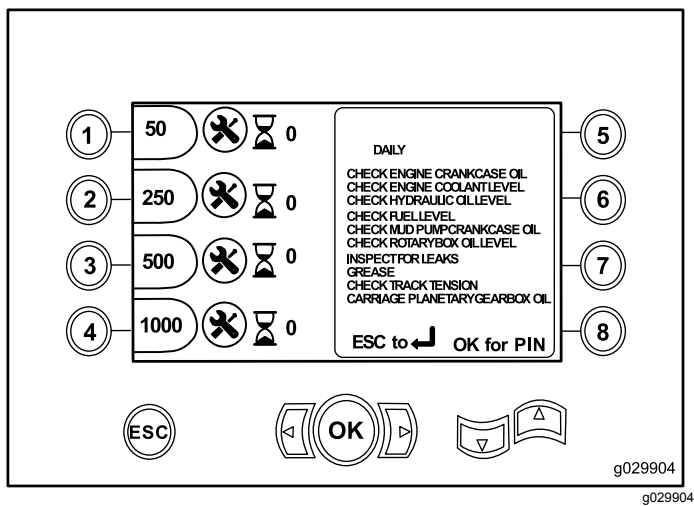

Bild 11
- Taste 2: Schmier- und Wartungstabelle (Bild 11)